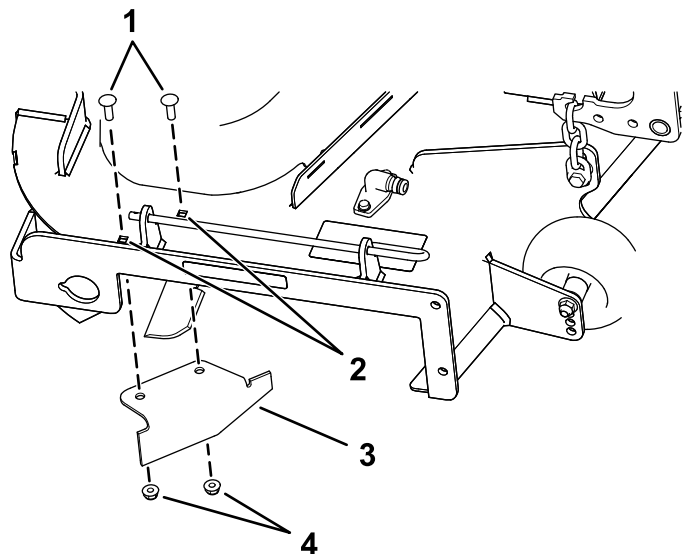

Figura 16
9. Localice el tabique en la bolsa de piezas sueltas y retire las fijaciones de los taladros traseros de la placa de descarga (Figura 16).